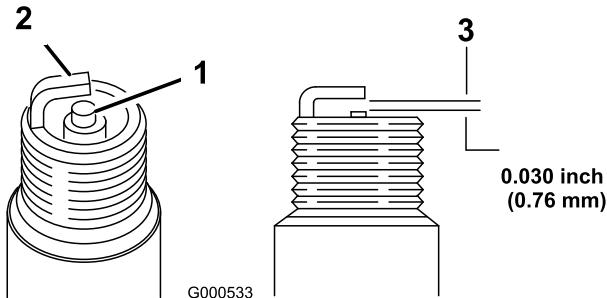

Figura 31
5. Ajuste el hueco entre los electrodos a 0,76 mm (Figura 31).